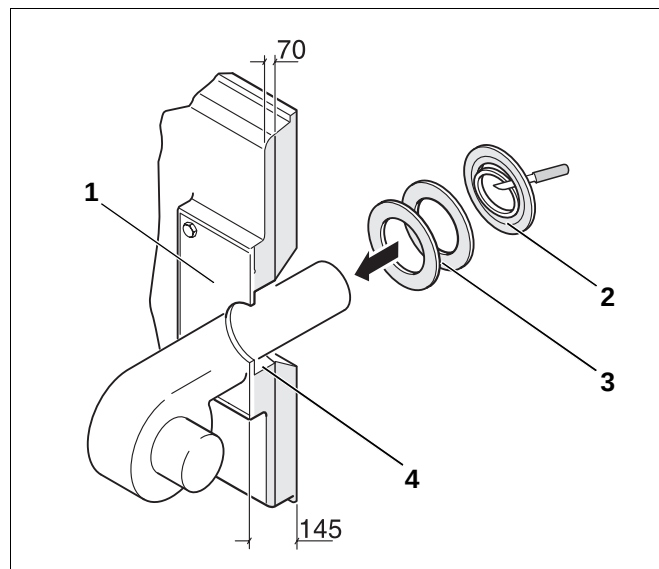

Fig. 32 Montasje – brenner
- Bor stålinnleggsplaten (fig. 32, **pos. 1**) på installasjonsstedet i henhold til nødvendig diameter på brennerrøret (Ø maks. 270 mm) eller skjær den ut. Bor hull for festing av brenneren etter hullbildet til brennerflensen.
- Skjær ut isolasjonsringer i henhold til brennerrørets diameter (fig. 32, **pos. 2**).
- Fyll den gjenblivende spalten mellom brennerdørens isolasjon og brennerrøret (fig. 32, **pos. 4**) med de tilpassede isolasjonsringene (fig. 32, **pos. 3**).